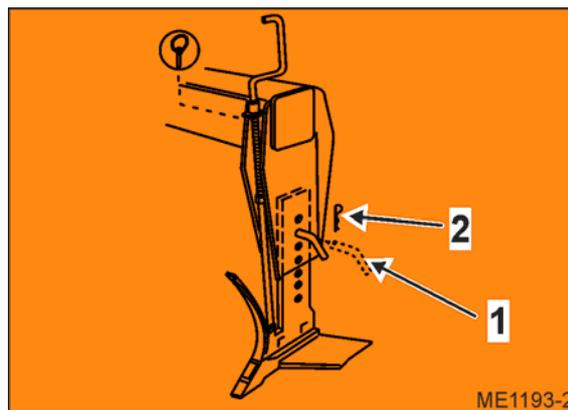

Рис. 29
6. Вставьте палец (Рис. 29/1) и застопорьте его пружинным фиксатором (Рис. 29/2). Палец механически блокирует стойку лапы.